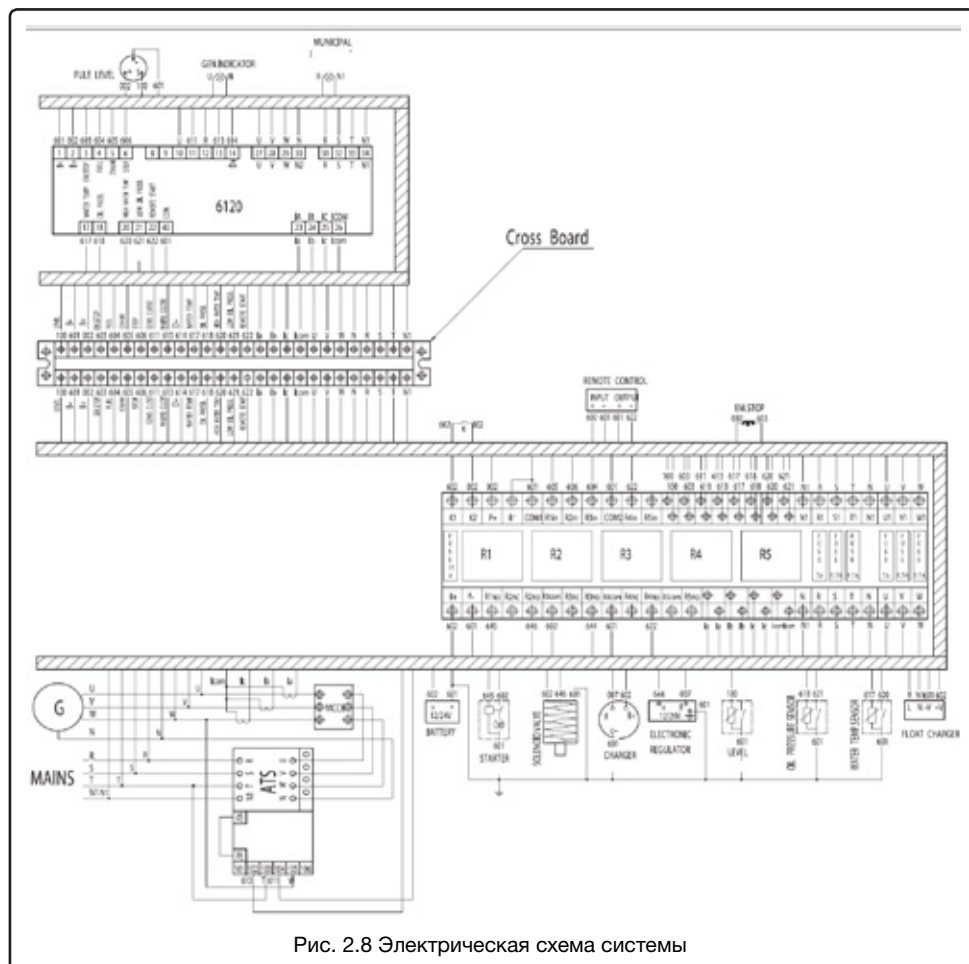

Рис. 2.8 Электрическая схема системы
2.11. Электрическая система (рис. 2.8)